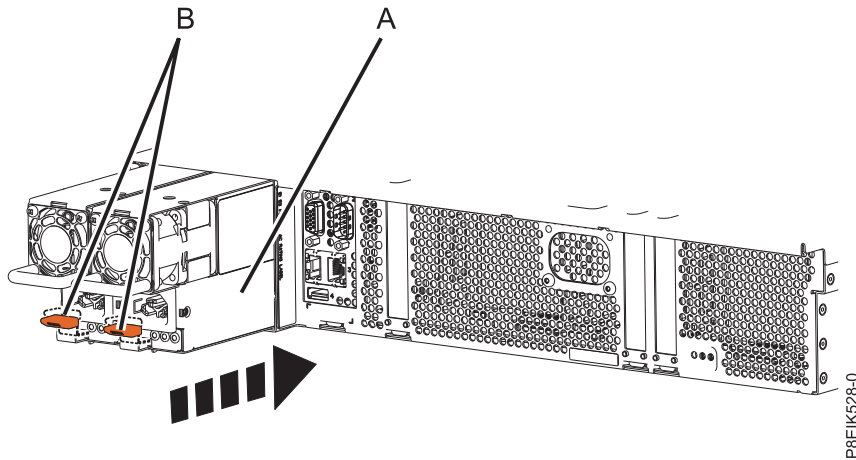

Figure 226. Remise en place d'un bloc d'alimentation dans le système
2. Alignez le bloc d'alimentation (A) avec la baie et faites-le coulisser dans le système jusqu'à enclenchement du loquet ocre (B). Voir figure 226, à la page 214.